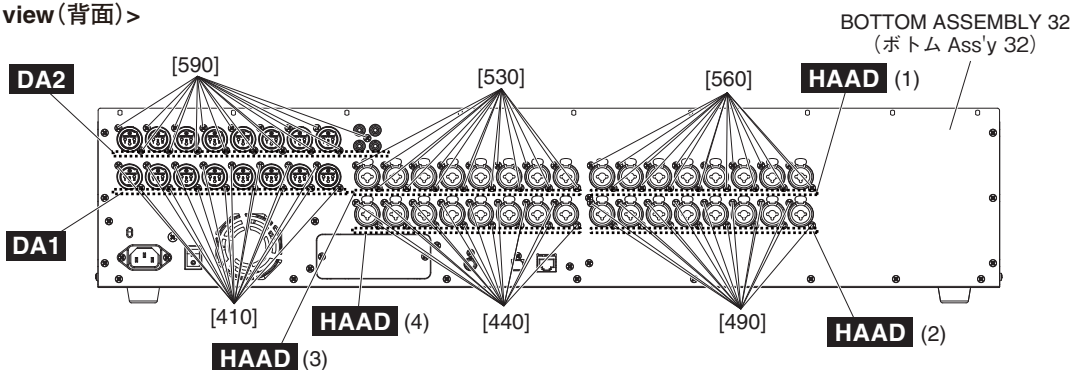

Fig. 6 (図 6)
- A-1-3 Remove the seventeen (17) screws marked [590] and two (2) screws marked [600]. The DA2 circuit board can then be removed. (Fig. 6)
* **When installing the DA2 circuit board, partially tighten the screws marked [600], then fully tighten the screws marked [590] followed by the screws marked [600]. (Fig. 6)**
- A-1-3 [590] のネジ 17 本と [600] のネジ 2 本を外して、DA2 シートを外します。(図 6)
※ DA2 シートを取り付ける際は、[600] のネジを仮締めをした後、[590] のネジを本締めしてから [600] のネジを本締めしてください。(図 6)
- A-2-4 Remove the sixteen (16) screws marked [410] and two (2) hexagonal spacers marked [420]. The DA1 circuit board can then be removed. (Fig. 6)
- * **When installing the DA1 circuit board, partially tighten the hexagonal spacers marked [420], then fully tighten the screws marked [410] followed by the hexagonal spacers marked [420]. (Fig. 6)**
- A-3-3-1 Remove the sixteen (16) screws marked [560] and two (2) screws marked [570]. The HAAD (1) circuit board can then be removed. (Fig. 6)
- * **When installing the HAAD (1) circuit board, partially tighten the screws marked [570], then fully tighten the screws marked [560] followed by the screws marked [570]. (Fig. 6)**
- A-3-4 **HAAD (2) Circuit Board**
- A-3-4-1 Remove the HAAD (1) circuit board. (See procedure A-3-3)
- A-3-4-2 Remove the sixteen (16) screws marked [490] and two (2) hexagonal spacers marked [500]. The HAAD (2) circuit board can then be removed. (Fig. 6)
- * **When installing the HAAD (2) circuit board, partially tighten the hexagonal spacers marked [500], then fully tighten the screws marked [490] followed by the hexagonal spacers marked [500]. (Fig. 6)**
- A-3-5 **HAAD (3) Circuit Board**
- A-3-5-2 Remove the sixteen (16) screws marked [530] and two (2) screws marked [540]. The HAAD (3) circuit board can then be removed. (Fig. 6)
- * **When installing the HAAD (3) circuit board, partially tighten the screws marked [540], then fully tighten the screws marked [530] followed by the screws marked [540]. (Fig. 6)**
- A-2-4 [410] のネジ 16 本と [420] の六角スペーサ 2 本を外して、DA1 シートを外します。(図 6)
- ※ DA1 シートを取り付ける際は、[420] の六角スペーサを仮締めをした後、[410] のネジを本締めしてから [420] の六角スペーサを本締めしてください。(図 6)
- A-3-3 **HAAD (1) シート (所要時間: 約 9 分)**
- A-3-3-1 [560] のネジ 16 本と [570] のネジ 2 本を外して、HAAD (1) シートを外します。(図 6)
- ※ HAAD (1) シートを取り付ける際は、[570] のネジを仮締めをした後、[560] のネジを本締めしてから [570] のネジを本締めしてください。(図 6)
- A-3-4 **HAAD (2) シート (所要時間: 約 12 分)**
- A-3-4-1 HAAD (1) シートを外します。(A-3-3 項参照)
- A-3-4-2 [490] のネジ 16 本と [500] の六角スペーサ 2 本を外して、HAAD (2) シートを外します。(図 6)
- ※ HAAD (2) シートを取り付ける際は、[500] の六角スペーサを仮締めをした後、[490] のネジを本締めしてから [500] の六角スペーサを本締めしてください。(図 6)
- A-3-5 **HAAD (3) シート (所要時間: 約 12 分)**
- A-3-5-2 [530] のネジ 16 本と [540] のネジ 2 本を外して、HAAD (3) シートを外します。(図 6)
- ※ HAAD (3) シートを取り付ける際は、[540] のネジを仮締めをした後、[530] のネジを本締めしてから [540] のネジを本締めしてください。(図 6)
A-3-6-3 Remove the sixteen (16) screws marked [440], the hexagonal spacer marked [460A] and the hexagonal spacer marked [460B]. The HAAD (4) circuit board can then be removed. (Fig. 6)
* **When installing the HAAD (4) circuit board, partially tighten the hexagonal spacers marked [460A] and [460B], then fully tighten the screws marked [440] followed by the hexagonal spacers marked [460A] and [460B]. (Fig. 6)**
* **The circuit boards from HAAD (1) – HAAD (4) are used for the following channels:**